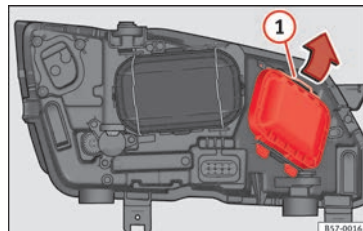

Fig. 107 En el vano motor: retirar la tapa.
2. Desplace el tirante » **fig. 107 ①** en el sentido de la flecha y saque la tapa.